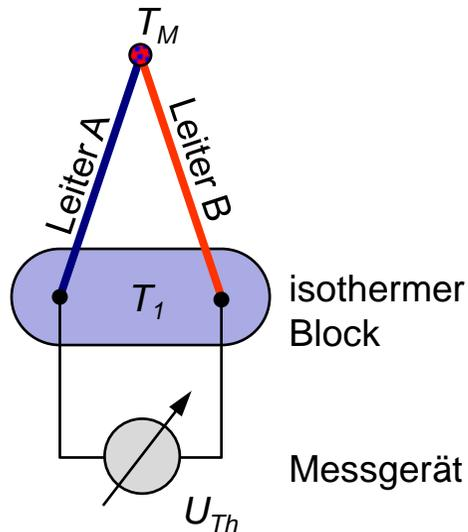

Bild 2
c) Leiter B sei für die folgenden Teilaufgaben aus Nickel. Betrachten Sie das in *Bild 2* skizzierte Thermoelementpaar. Welches Material würden Sie für Leiter A aus *Tabelle 1* auswählen, um eine möglichst empfindliche Temperaturmessung zu gewährleisten?